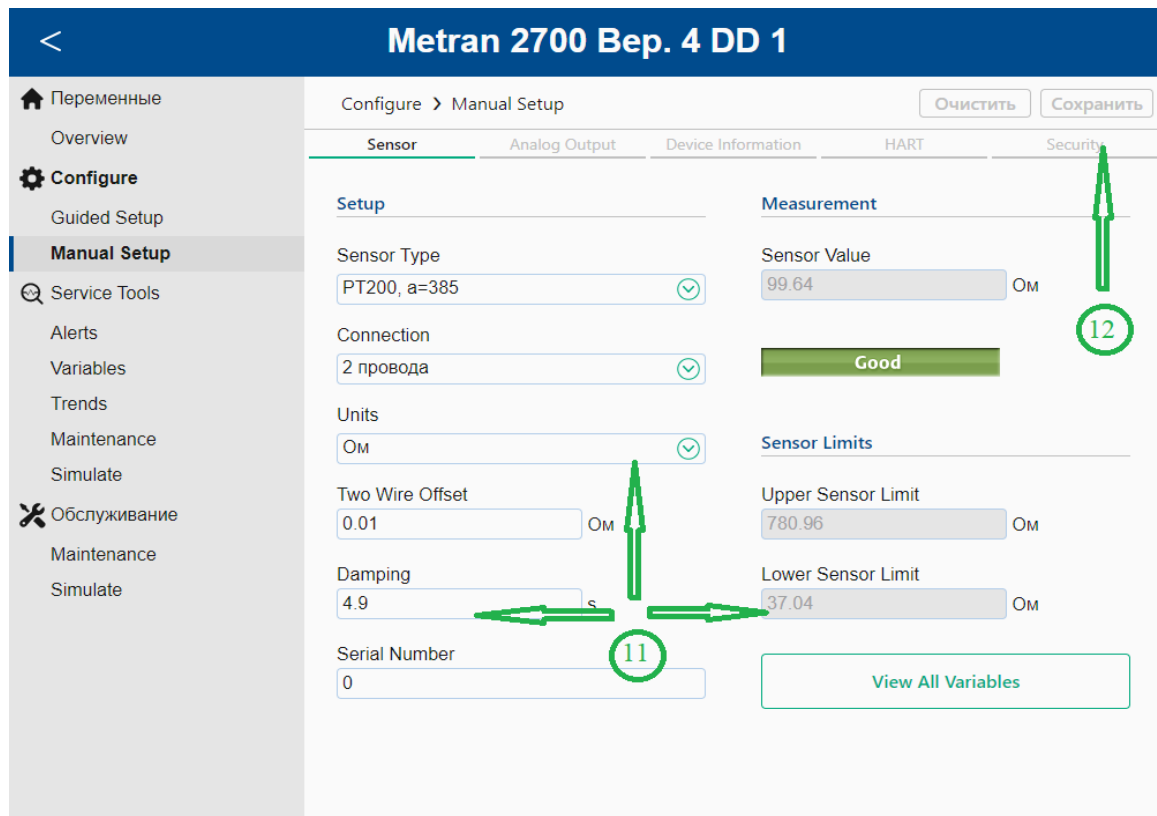

Рис. 9 Элементы конфигурационного окна
11. Элемент управления данными – (рис.9) (пункт 5.21)